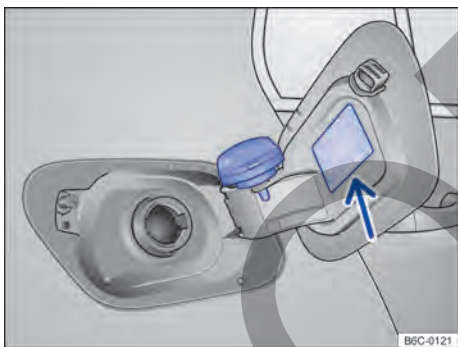

Fig. 117 Portezuela del depósito de combustible abierta con el tapón de cierre del depósito de combustible colgado.
- Retirar la tapa del depósito girándola en sentido antihorario y encajarla en el soporte de la portezuela del depósito → **fig. 117**.